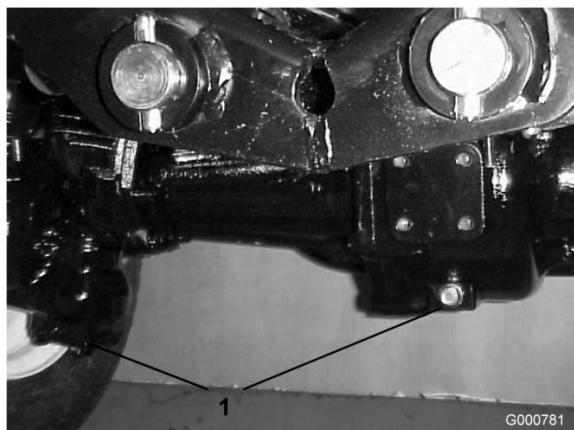

図 57
2. ドレン・プラグ(図 57; 左右端に1個と中央に1個、全部で3個ある)の周辺をきれいに拭く。